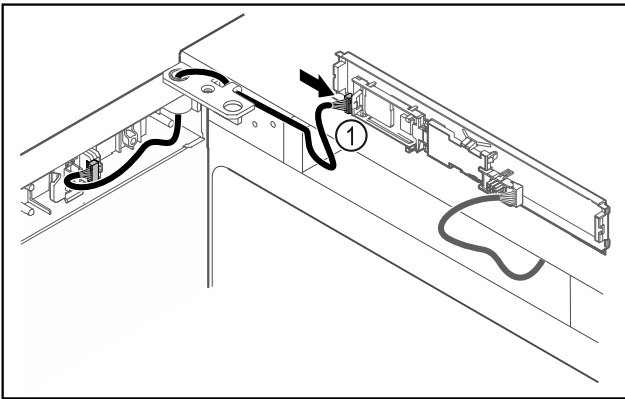

Fig. 48
- Aseta pistoke Fig. 48 (1) levyyn.